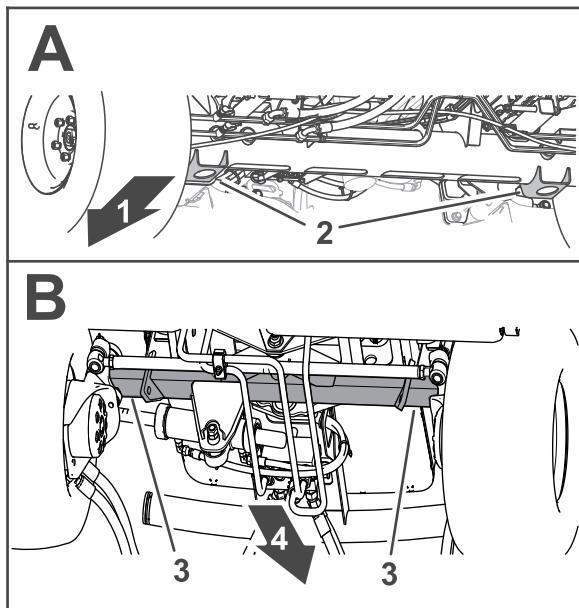

Figura 38
- Delante – los puntos de apoyo del gato del tubo del eje delantero (Figura 38).